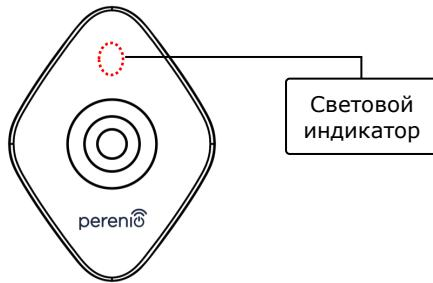

Рисунок 6 – Ориентация датчика движения при установке
4. Соблюдать правила ориентации датчика при установке (см. рис. 6).
4. Приклеить датчик движения на стену на ленту ЗМ (рекомендуемая высота установки: 2,0-2,6 м) таким образом, чтобы световой индикатор был расположен сверху (см. рис. 6 далее).